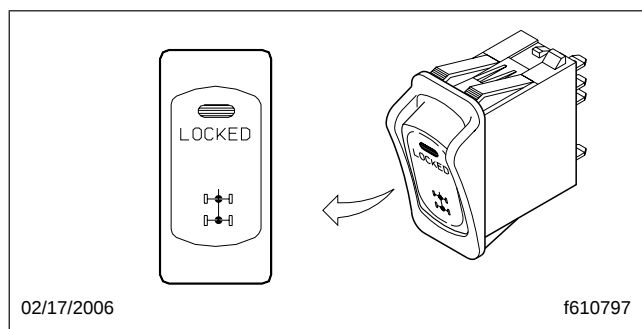

Fig. 5.20, Verrouillage de différentiel des deux essieux moteurs
- un interrupteur pour commander le verrouillage du différentiel sur un seul des essieux moteurs (cet interrupteur affichera un seul point sur un seul essieu moteur, légèrement différent de l'interrupteur illustré dans la figure 5.20).
- un interrupteur pour commander le verrouillage de différentiel des deux essieux moteurs (**figure 5.20**).